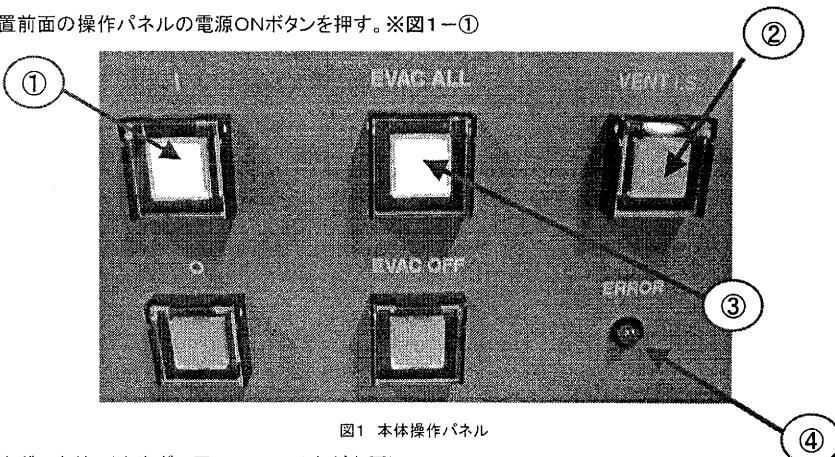

図1 本体操作パネル
- ② 装置前面の操作パネルの電源ONボタンを押す。※図1-①
- ③ 窒素ガス支給。(窒素ガス圧600kPa以上が必要)
- ④ 装置前面本体操作パネルのEVAC ALLボタンを押す。※図1-③